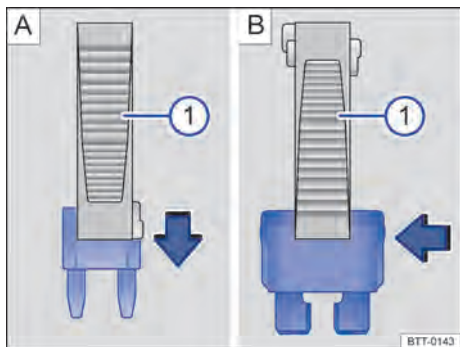

Fig. 171 Remover ou instalar um fusível com a garra da pinça de plástico ①.
- Se necessário, retirar a pinça de plástico → Fig. 171 ① do suporte. O suporte se encontra na parte traseira da caixa de fusíveis perto da tomada de conexão para diagnóstico.
- Em caso de *fusíveis pequenos*, encaixar a garra ① por cima → Fig. 171 A.
- Em caso de *fusíveis maiores*, empurrar a garra ① lateralmente sobre o fusível → Fig. 171 B.
- Caso o fusível esteja queimado, substituir o fusível por um novo da *mesma* intensidade de corrente (mesma cor e inscrição) e do *mesmo* tamanho → ①.